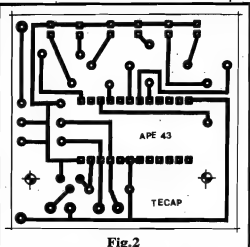

Fig.2
- FIG. 2 - LAY OUT DO CIRCUITO IMPRESSO ESPECÍFICO - Com aquele "baita Integrado", não tem jeito: a montagem tem que ser implementada sobre um Circuito Impresso de lay out específico (não dá, na prática, para levar a montagem sobre uma mera "ponte" de terminais, e também fica meio difícil - mesmo sobre placa padronizada ...). Mas não tem "galho": o lay out é simples, conforme o Leitor vê da fig. 2 (que está em tamanho natural, escala 1:1). Basta efetuar a traçagem com tinta ácido-resistente, ou com os práticos e apropriados decalques (que dão um acabamento profissional ao Impresso...), em seguida fazer a corrosão na solução de perclorato de ferro, seguida da inevitável limpeza e furação... Uma boa "conferida" ao final, é sempre aconselhável, já que pequenas falhas ou "curtos", detetados antes de se iniciar as soldagens, são de fácil correção... Quem preferir "fugir" dessa parte "chata" da montagem, pode recorrer ao prático sistema de KITS, que são ofertados pela Concessionária Exclusiva, EMARK ELETRÔNICA, e vendidos pelo Correio através do Cupom que para tanto o Leitor encontra em outra página da presente Revista... (Os KITS de APE incluem a placa prontíssima, com o chapado demarcado em silk screen, que facilita ainda mais a "vida" dos "folgados" e dos principiantes...).